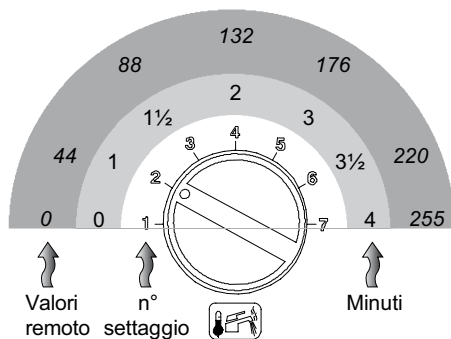

Figura 5.53
Per visualizzare il settaggio impostato tenere premuto il pulsante di ripristino 6 per circa 5 secondi. Le spie di segnalazione 3 lampeggeranno un numero di volte pari al settaggio (Figura 5.53).
- Per cambiare il settaggio ruotare la manopola regolazione temperatura sanitari 4 e posizionarla sul tempo prescelto Figura 5.53 (nella figura es. manopola settata per postcircolazione di un minuto), la lampada di segnalazione blocco 7 lampeggia velocemente.